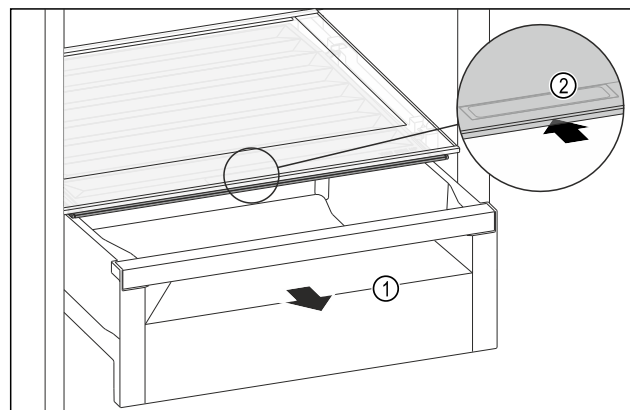

Fig. 113
- Zásuvku Fig. 113 (1) vytáhněte.
- Uchopte prohlubeň pro rukojeť Fig. 113 (2) na víku zásuvky a současně zasuňte víko zásuvky směrem dozadu.